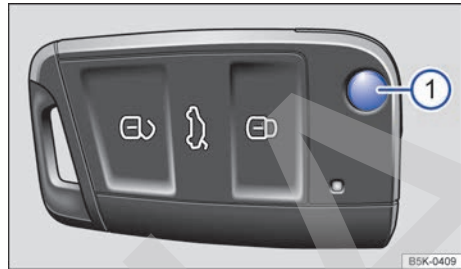
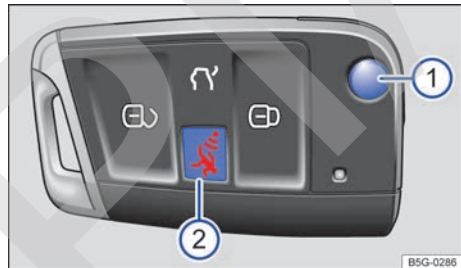

Fig. 52 Llave del vehículo.
Fig. 53 Llave del vehículo con tecla de alarma.
El paletón de la llave se desbloquea y se despliega pulsando el botón → fig. 52 ① o → fig. 53 ①.
i Si se pulsan las teclas de la llave del vehículo → fig. 52 o → fig. 53 o una de las teclas del cierre centralizado → pág. 78 varias veces muy seguidas, el cierre centralizado se desconecta brevemente a modo de protección contra sobrecarga. El vehículo está entonces desbloqueado. En caso necesario, bloquéelo.